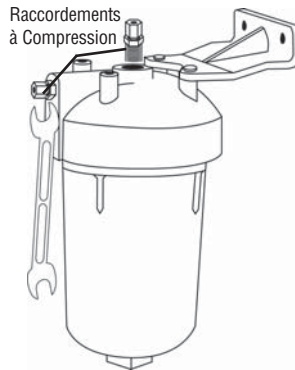

Figure 4
4. Visser un raccordement dans la sortie du filtre (sommet) et l'autre dans l'entrée du filtre (côté). Resserrer les deux raccordements à l'aide d'une clé. Ne pas trop serrer. (Figure 4)